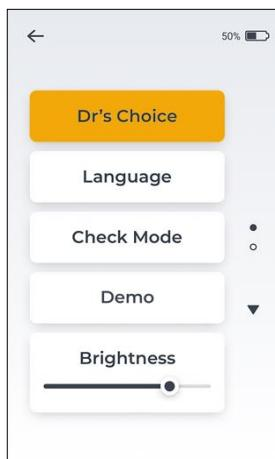
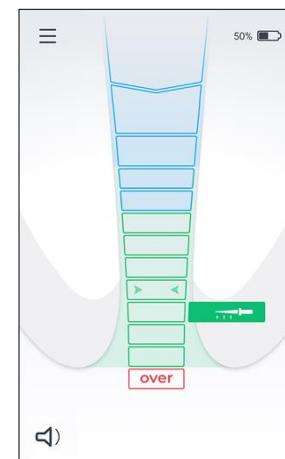

Fig. 12
Fig. 13
- Întrați în meniul de configurație și apăsați pe fila „Alegerea medicului” – a se vedea Fig. 12. Opțiunea „Alegerea medicului” își schimbă culoarea în portocaliu când este activată și linia apicală este afișată pe ecran – a se vedea Fig. 13.
- Pentru a dezactiva linia apicală „Alegerea medicului”, mergeți la meniul de configurație și opriți „Alegerea medicului” apăsând pe fila „Alegerea medicului” – a se vedea Fig. 12.